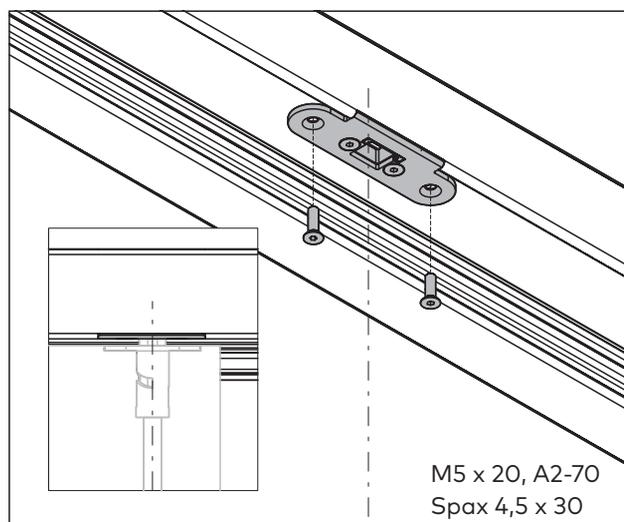

Abb. 53 Stangenschließblech montieren
17. Das Stangenschließblech für die obere Treibriegelstange in der Zarge montieren (Abb. 53).